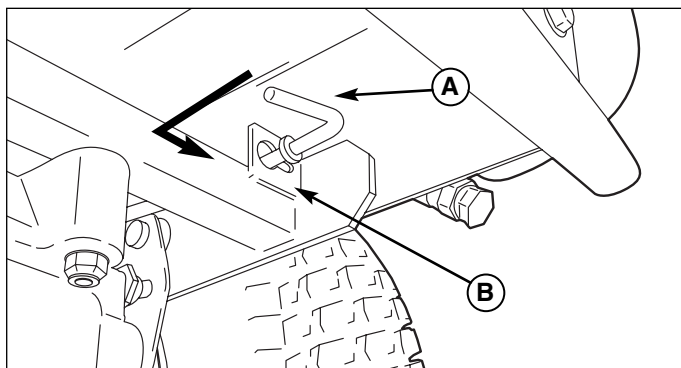

Figure 2. Composants de dégagement des rouleaux (de chaque côté)
2. Pour débrayer la transmission (position de roue libre), placez les transmissions en position de dégagement des rouleaux en poussant les tiges de dégagement des rouleaux (A, Figure 2), situées sous l'arrière de l'unité derrière chaque transmission, vers la transmission jusqu'à ce que la collerette sur le col de chaque tige passe au travers du trou en serrure dans la plaque de dégagement des rouleaux, puis bloquez la tige en position de dégagement des rouleaux en la glissant sur le côté dans la fente du trou en serrure.